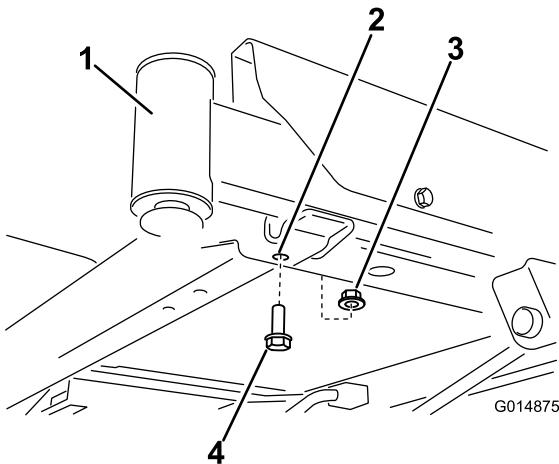
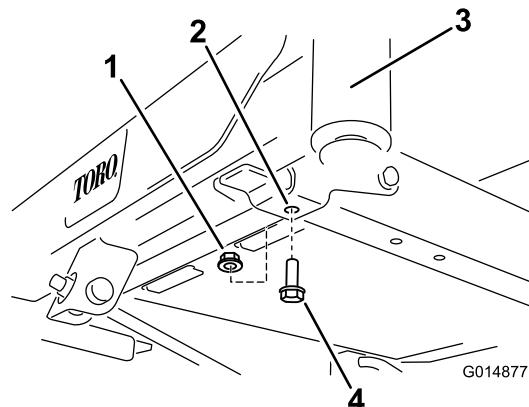

Figura 3
Figura 4
1. Localice los pernos delanteros en la parte inferior del bastidor (Figura 3 y Figura 4). Retire los dos pernos (3/8 x 1 pulgada) y dos contratuercas (3/8 pulgada). Guarde las contratuercas.